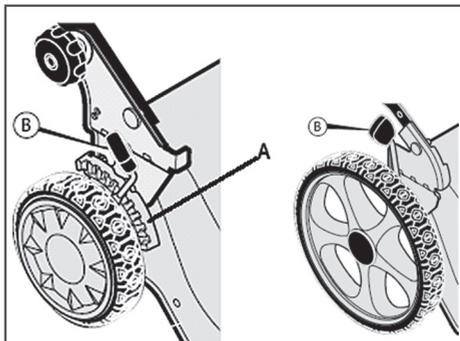

Рис. 13 Регулировка высоты кошения
Для изменения высоты кошения, измените положение кронштейна регулятора (B) следующим образом (Рис. 13).
1. Выведите кронштейн (B) из зацепления с сектором регулятора (A).